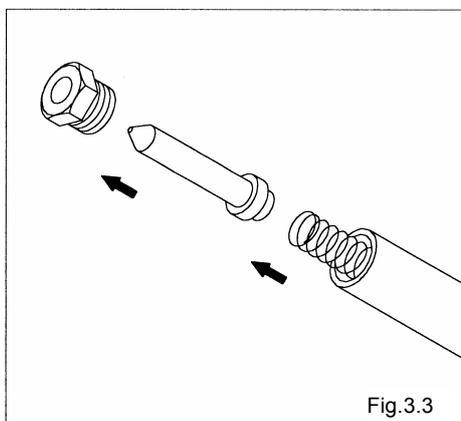

Fig.3.3
- Retire la tuerca y quite la válvula del pistón central. [Fig. 3.3]